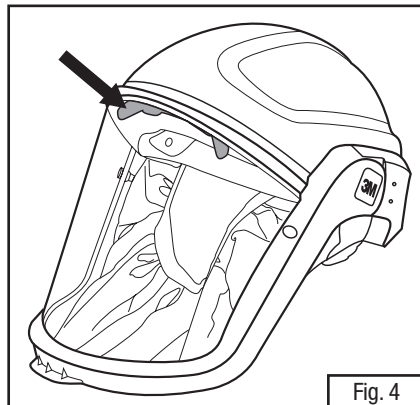

Fig. 4
6. Si es necesario, ajuste el flujo de aire dentro del casco para mayor comodidad. Para ajustar, levante el visor en la posición superior (abierto). Ubique el deflector de aire azul en el frente del casco y gire. La Fig. 4 muestra donde se ubica el deflector de aire. Hay dos posiciones. Ajuste totalmente abierto para mayor flujo de aire a través de la cara o parcialmente cerrado para redirigir una parte del aire hacia el visor. Después, ajuste el deflector de aire, baje la parte posterior del visor en la posición inferior (abajo).